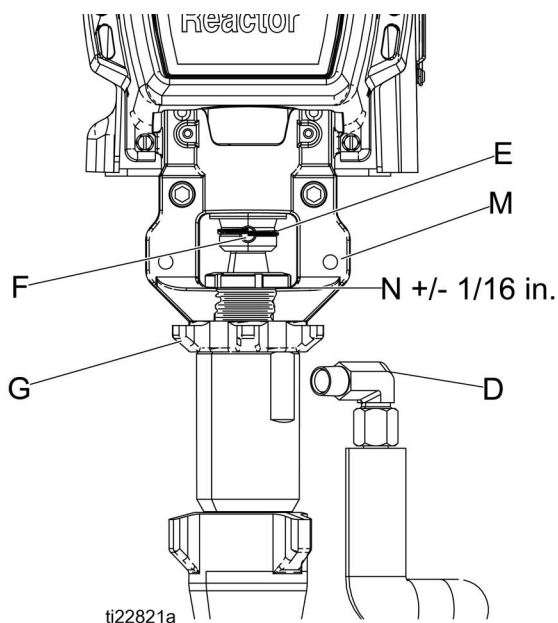

FIG. 3
1. Kontrollera att låsmuttern (G) är fastskruvad på pumpen med den flata sidan upp. Skruva in pumpen i lagerhuset (M) tills stifthålen är inriktade. Tryck in stift (F). Dra ner kabelhållarklämman (E). Se FIG. 3 för översikt och monteringsanteckningar.
2. Fortsätt att skruva in pumpen i huset tills vätskeutloppet (D) är inriktat med stålrör och toppgängorna är +/- 2 mm (1/16 tum) från lagerytan (N).
3. Dra åt låsmuttern (G) genom att slå på den med en gnistfri hammare.
4. Återanslut vätskeinlopp (C) och -utlopp (D).
6. Kontrollera att stjärnformade låsmuttern (G) är fastskruvad på pumpen med den flata sidan uppåt. Vrid försiktigt och höj kolvstången 51 mm (2 tum) ovanför våtkoppen.